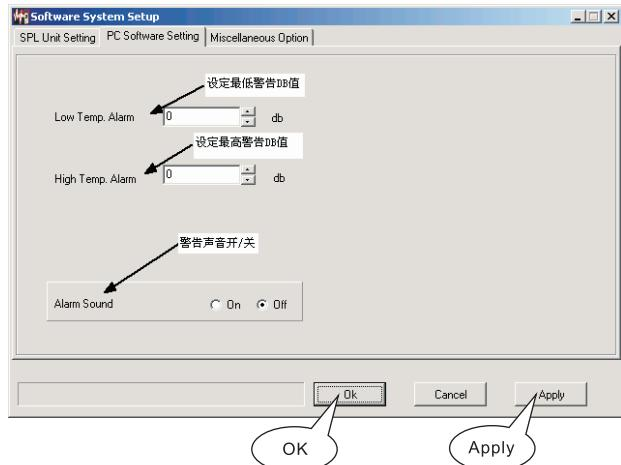

图29
- 点击“PC Software Setting”选项页，弹出画面如图29：